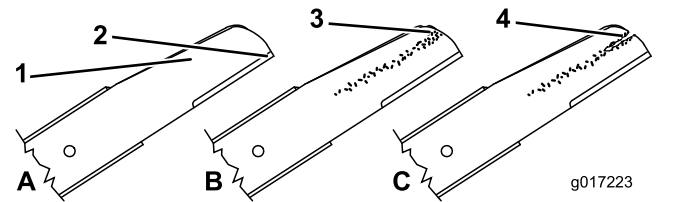

Bild 38
1. Untersuchen Sie die Schnittkanten (Bild 38). Bauen Sie die Schnittmesser aus und schärfen oder tauschen sie aus, wenn die Kanten nicht scharf sind oder Kerben aufweisen.
2. Prüfen Sie die Schnittmesser, insbesondere den gebogenen Bereich (Bild 38). Wenn Sie Beschädigungen, Verschleiß oder Rillenbildung in diesem Bereich feststellen, tauschen Sie die Messer sofort aus.